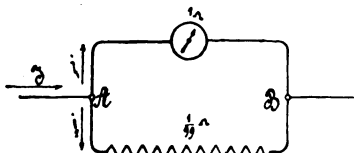

Abb. 17.
spricht einem Ausschlag von 100 [65] (135) Grad im unverzweigten Stromkreise? (Abb. 17.)